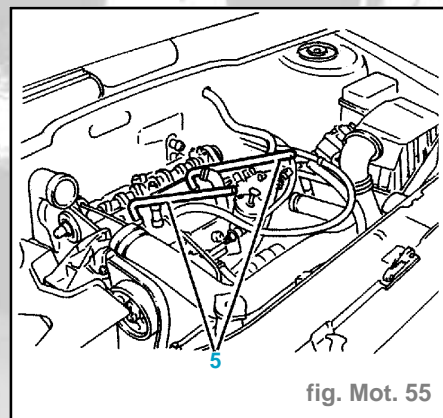

fig. Mot. 55
- Basculer et décoller la culasse à l'aide des leviers [5] (fig. Mot. 55).